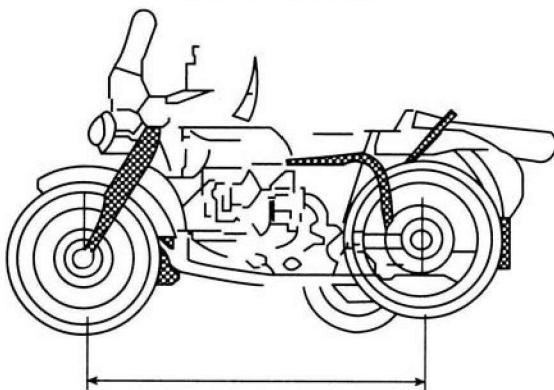

图 1-7 摩托车的轴距
(5) 轴距:分别通过前、后或边轮中心且平行于 x 面的两平面间的距离,如图 1-7 所示,单位为 mm。